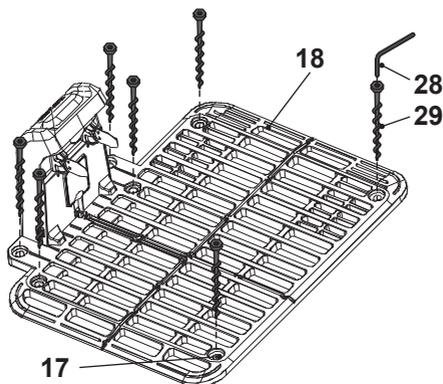

Fig. 17
Lorsque vous êtes satisfait de la position du câble périphérique et du socle (18), fixez solidement le socle à l'aide des vis de fixation filetées en plastique fournies (27). Tapez avec un marteau à une profondeur d'env. 30 mm, puis utilisez la clé Allen (26) fournie pour visser (Fig. 17).